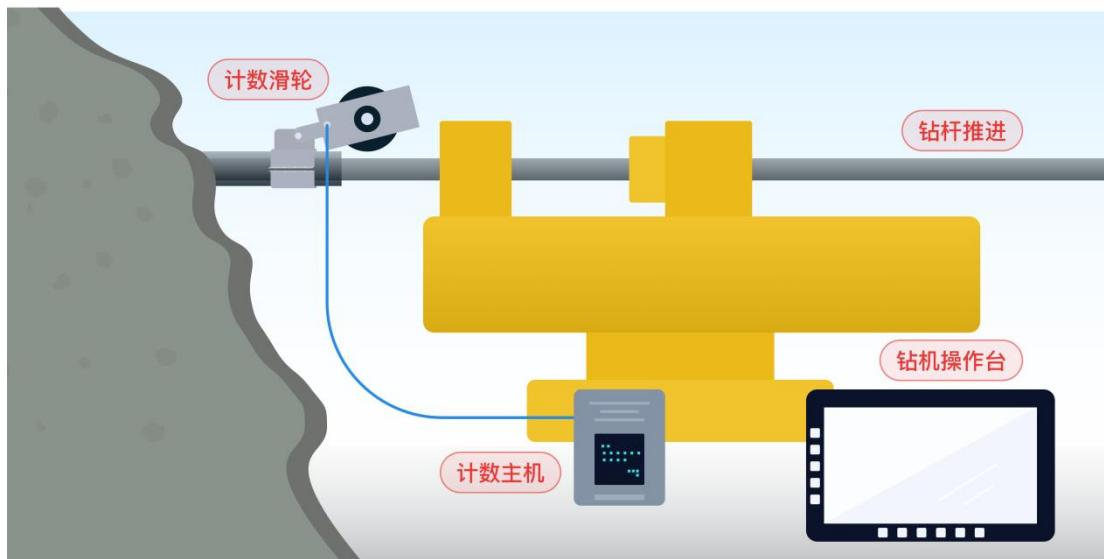

图2-19
c. 计数器连接：用深度计数器线将滑轮和计数主机连接好。填好起始深度后即可启动钻机推进作业。如图2-19所示。